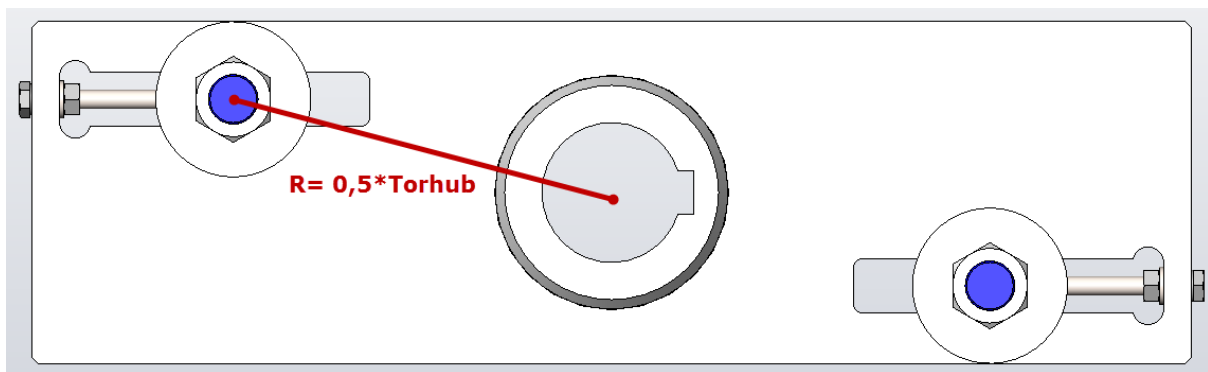

Abbildung 6-21 - Draufsicht Drehteller
8. Den Radius **R auf den halben Torhub** einstellen (Abbildung 6-21).